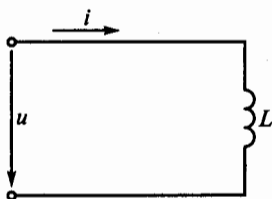

Рис. 84
**3.23.** Ток в цепи с индуктивностью  $L$  на рис. 84 изменяется по закону  $i = I_{\max} \sin \omega t$ . Каковы в этой цепи напряжение и ЭДС самоиндукции?